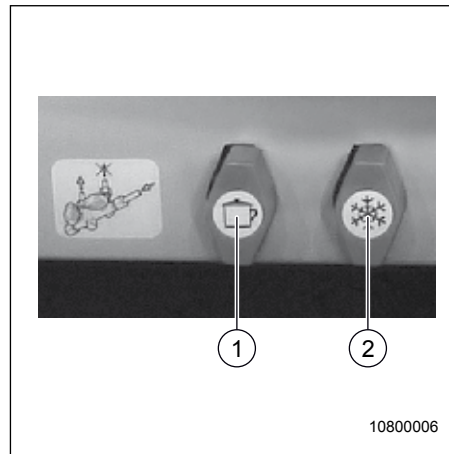

Fig. 51 Vanne de sectionnement gaz réchaud et frigo
- Les vannes de sectionnement gaz pour le réchaud à gaz (Fig. 51, pos. 1) et le frigo (Fig. 51, pos. 2) se trouvent sous le plan de travail à la cuisine.